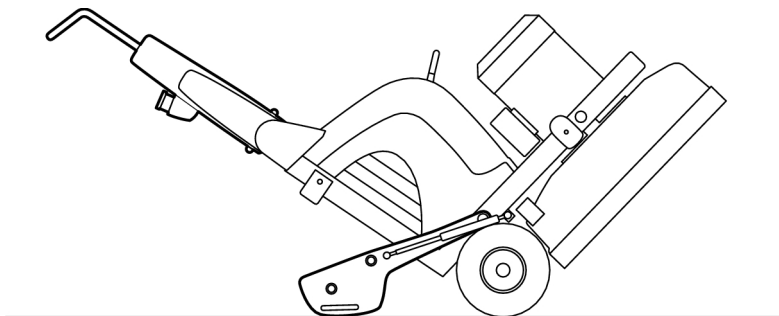

Bild 4-9. Vikter i golv
3. Tippa maskinen försiktigt bakåt tills vikterna når golvet, se Bild 4-9, sidan 20.